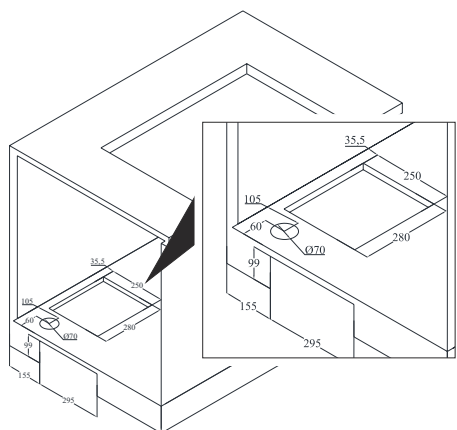

Abb. 7
- 3.** Die Oberfläche, an dem die Motorbox montiert werden soll, muss nach der Maßzeichnung vorbereitet sein (Abb. 7)
Beachten Sie die Informationen bei der Vorbereitung der Arbeitsplatte (Abb. 7).